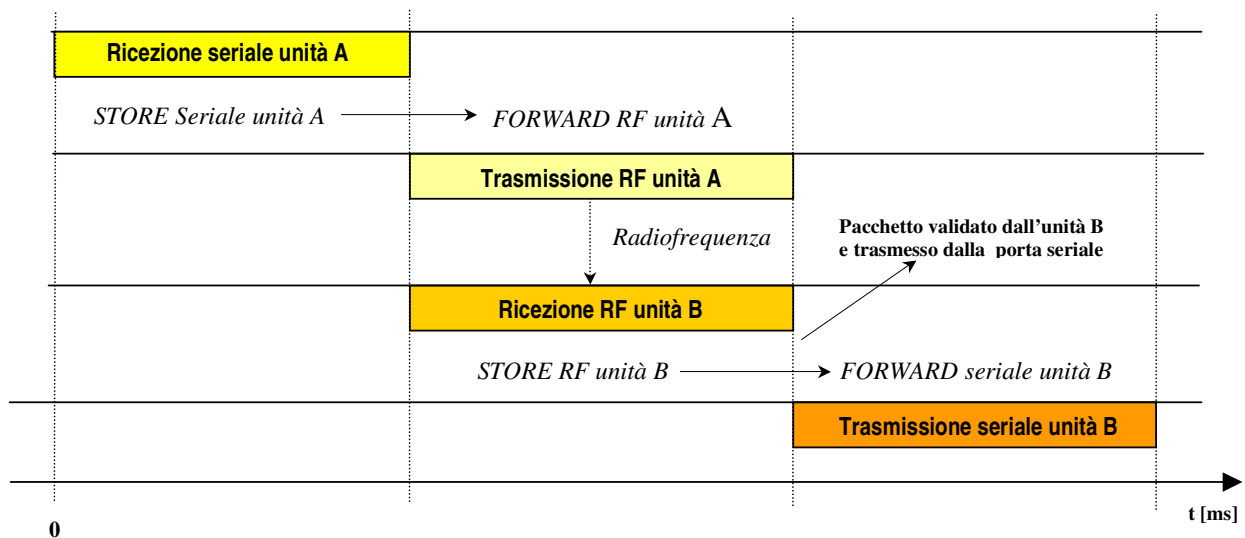

Fig. 3: il meccanismo di store & forward
- Ricezione RF unità B / Trasmissione seriale unità B [Fig. 3]
Come visibile dal diagramma temporale riportato in Fig. 3, l'intervallo di tempo dal momento iniziale (istante 0) in cui il dato si presenta in ingresso al modulo, al momento in cui viene ricevuto sul modulo remoto, è funzione del numero di Byte che costituiscono il pacchetto e delle velocità seriali utilizzate sia in ricezione che in trasmissione.